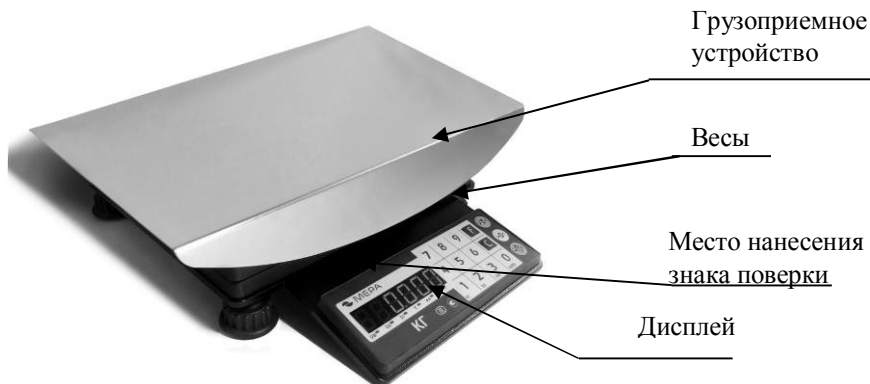

Рисунок 2 – Весы ПВМ со светодиодной индикацией. Состав весов
5.3 Место нанесения знака поверки в соответствии с рис. 2